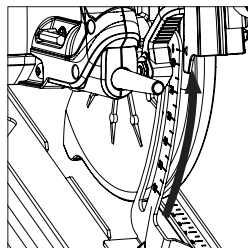

Fig. 10
(12) AJUSTE DE LA PROFUNDIDAD DE CORTE
- Afloje el mecanismo de bloqueo del ajuste de profundidad tirando de la palanca de accionamiento hacia arriba. (**Fig. 10**)